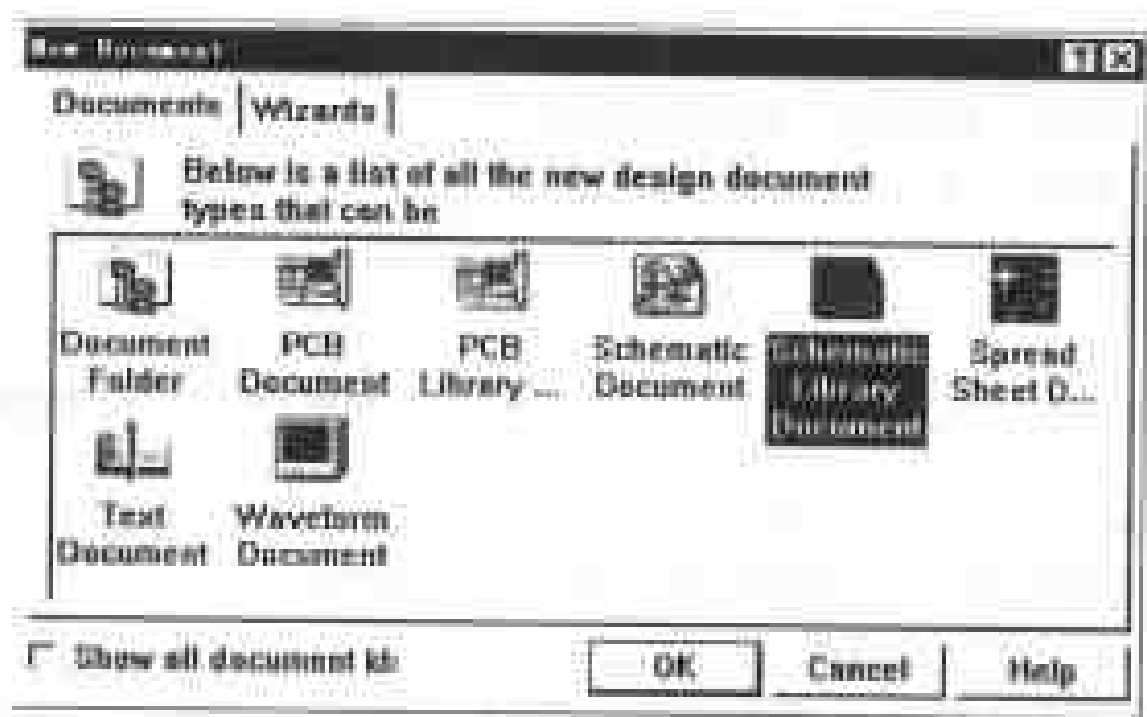

图 3-1 创建文件对话框
- (1) 执行菜单命令 File/New，系统将弹出如图 3-1 所示的新建文件对话框。